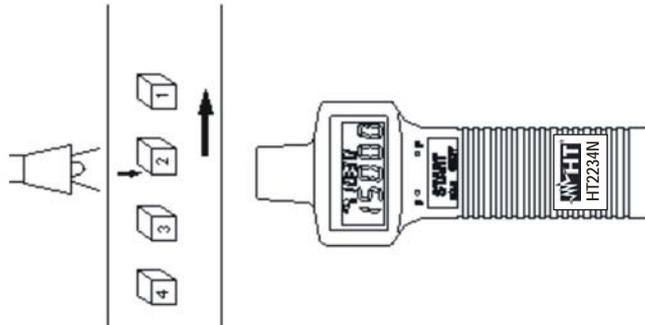

Fig. 5: medida de eventos con luz externa
1. Posicionar la luz externa en la proximidad de la unidad Recibidora (en la derecha) como en la Fig. 5: